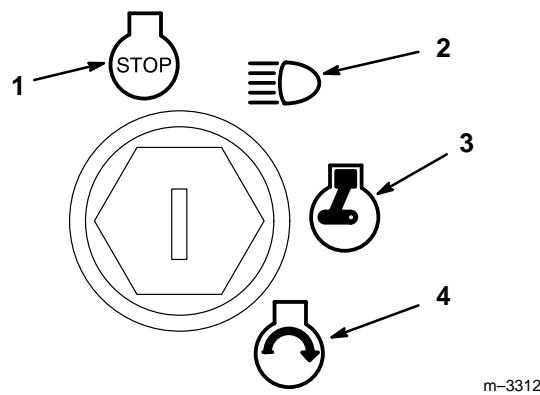

Figure 12
6. Tourner la clé de contact dans le sens des aiguilles d'une montre jusqu'en position de démarrage ("START", Fig. 12), la maintenir jusqu'à ce que le moteur démarre, puis la lâcher.
2. Tourner la clé de contact sur "ARRET" (Fig. 12).